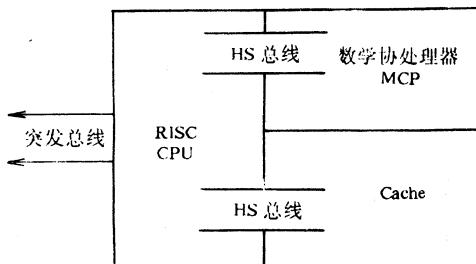

图1
2. 486 CPU将数学协处理器和Cache及Cache控制器一块集成到片内,极大地提高了CPU的处理速度。如图1所示。
3. 486采用了突发总线Burst Bus同RAM进行高速数据交换。如图1所示。通常的传统交换方式是取得一个地址,交换一个数据,再取指,再交换一个数据。而采用突发总线后,每取一次地址后将交换此地址及以后地址空间的一组连续数据。这种技术很适合网络应用,因为网络上经常要进行一连串地址空间的数据传送。从表1可看到,很明显,突发总线的传送效率极大地提高了486 CPU的性能。